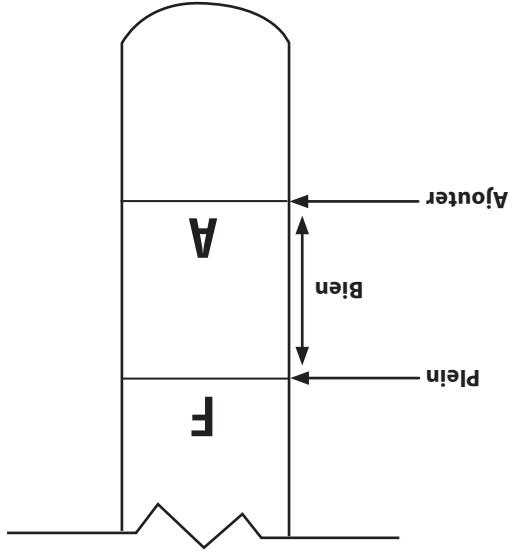

Figure 6-2
7. Retirez le tube de remplissage/jauge d'huile à transmission du réservoir et versez LENTEMENT l'huile dans le réservoir. Remplissez le carter de transmission jusqu'à ce que le niveau d'huile atteigne la marque « plein » (« FULL ») sur la jauge. Voir la Fig. 6-2.
1. Enlevez la jauge et vérifiez le niveau. Voir la Fig. 6-2.